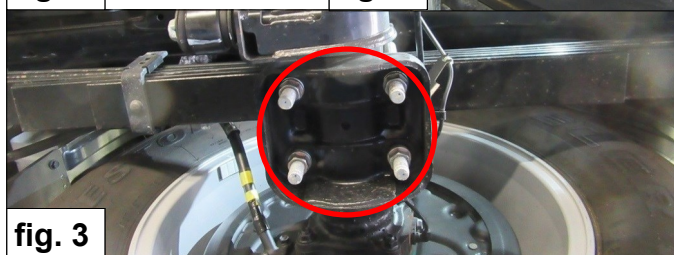

fig. 3
2. Draai de vier moeren van de veerstroppen een stukje los. Doe dit **niet** aan beide kanten tegelijk. Zie fig. 3.